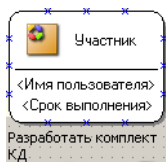

Рис. 4.8.
4. Нажмите кнопку **ОК**. Задание будет отображено в нижней части поля компонента **Участник бизнес-процесса** (если включен режим отображения заданий) (рис. 4.8).